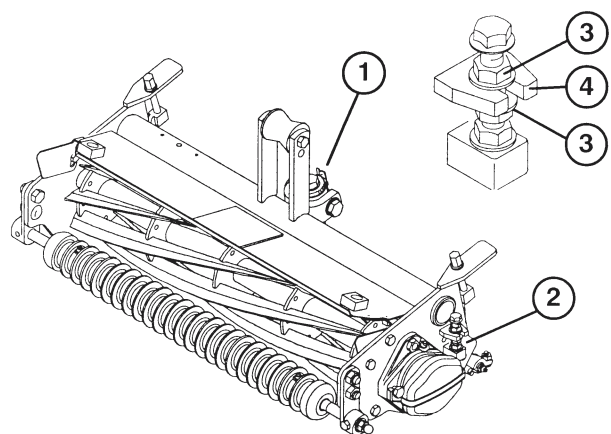

Fig. 1
Indstilling af kontakt mellem bundkniv og knivcylinder (Fig. 1 & 2)
2. Sørg for, at kontakten med knivcylinderen fjernes ved at dreje bundknivens justeringsknap mod uret (Fig. 1).
5. Drej flangemøtrikkerne (Fig. 1, indsat) foroven og forneden på rammemærkaten, med eller mod uret, for at hæve eller sænke enden af bundtværstangen, som nødvendigt. Den nederste flangemøtrik må ikke løsnes. Stram flangemøtrikkerne mod rammemærkaten, når den ønskede justering er opnået.